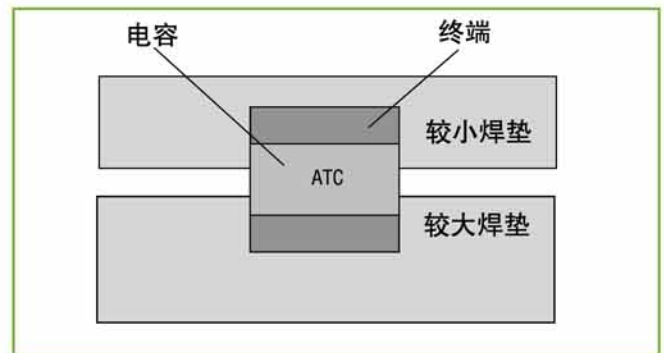

图3 先焊较小焊垫
6. 判断两个焊垫中哪个较大。用镊子将电容保持在正确位置上, 先焊较小焊垫 (见图3)。